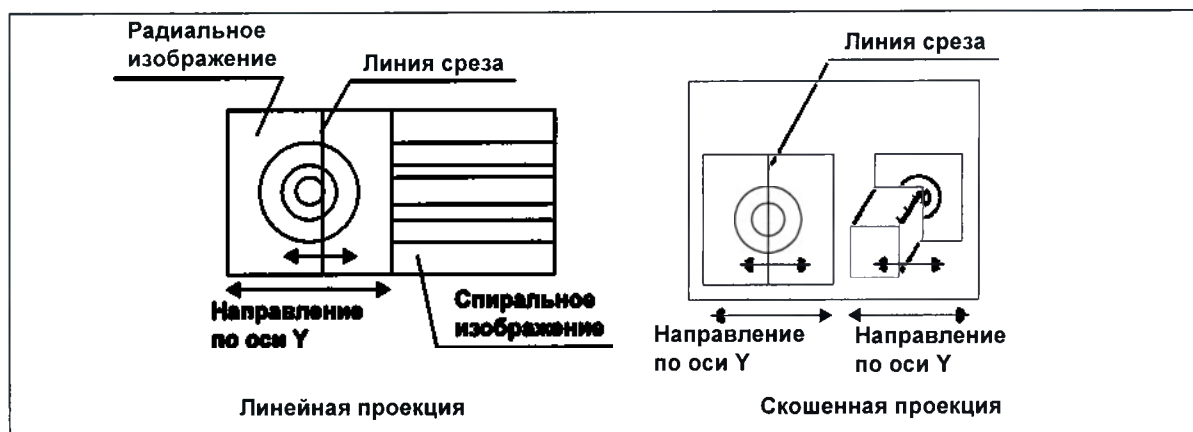

Рисунок 7.162
- 4** Место спирального среза (линия среза) перемещается по оси Y, как показано на рис. 7.162.